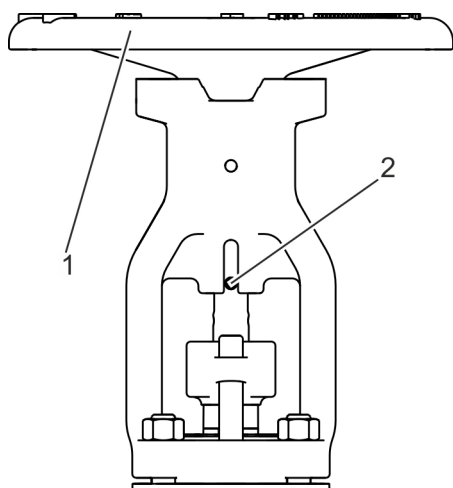

Fig. 40: Cerrar la válvula
2. → Accione el volante (Fig. 40/1) en el sentido de cierre.
3. → Extraiga del husillo el mecanismo anti-giro (Fig. 40/2) con una herramienta de desmontaje.